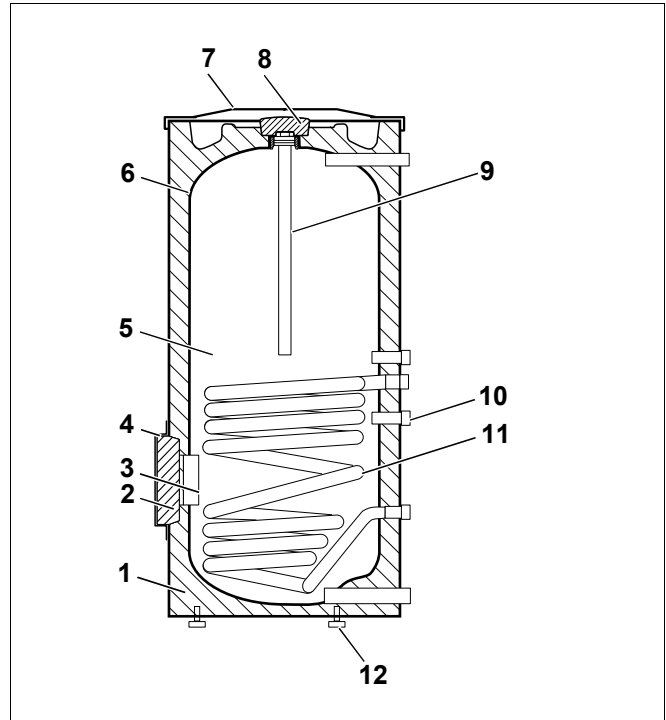

Fig. 1 Boiler (aici: SU300/1)
- Rezervorul boilerului (Fig. 1, **Poz. 5**) cu protecție la coroziune
Protecția catodică la coroziune constă din termoglazura igienică Buderus DUOCLEAN MKT (Fig. 1, **Poz. 6**) și un anod de magneziu (Fig. 1, **Poz. 9**).
- Termoizolație (Fig. 1, **Poz. 1**)
Termoizolația din spumă poliuretanică dură fără FCKW este aplicată direct pe rezervorul boilerului. Două elemente de termoizolație (Fig. 1, **Poz. 2** și **Poz. 8**) din spumă reduc la minimum pierderile de căldură prin gura de vizitare și prin anodul de magneziu.
- Schimbătorul de căldură din țevă netedă (Fig. 1, **Poz. 11**)
- Teacă de imersie pentru montarea senzorului de temperatură pentru apă caldă (Fig. 1, **Poz. 10**)
- Gură de vizitare (Fig. 1, **Poz. 3**) pentru lucrări de întreținere și curățare.
- Capacul mantăii boilerului (Fig. 1, **Poz. 7**)